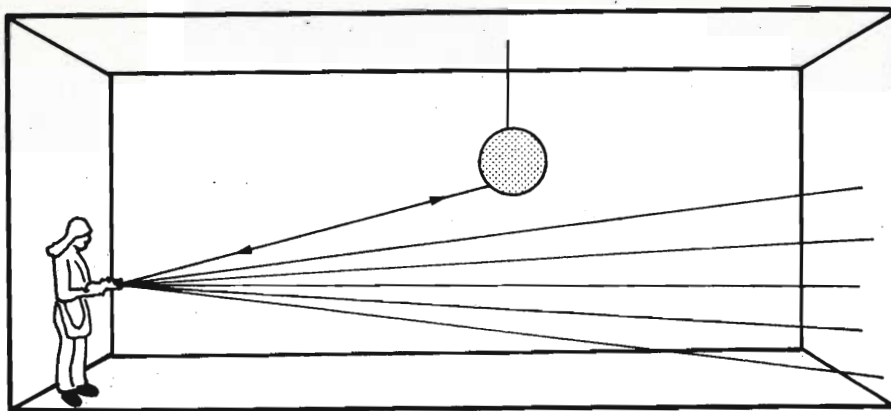
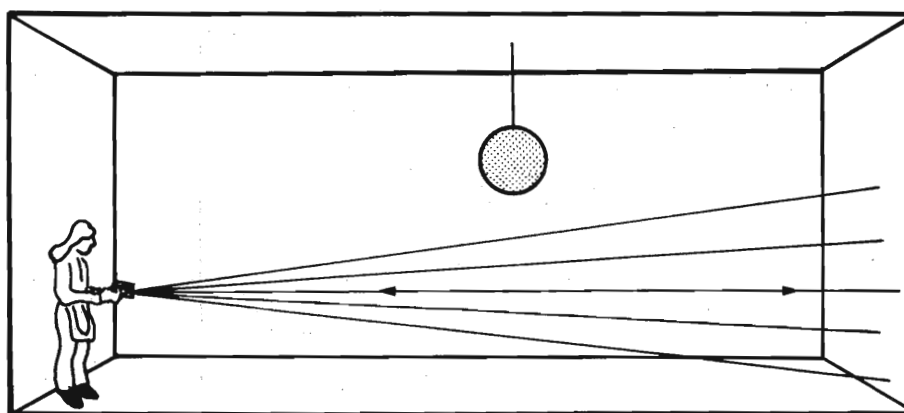

Fig. 4 -
Fig. 5 -
– di orientare l'apparecchio in modo che il fascio emesso, non colpisca ostacoli naturali (fig. 4 e 5). Come si vede dalla fig. 4, infatti la distanza misurata è quella del globo della lampada e non quella del muro, mentre in fig. 5, si dimostra come mediante un leggero orientamento, verso il basso, venga misurata solo la distanza del muro. Assicurarsi quindi che nessun ostacolo si trovi sul tragitto, del fascio conico.